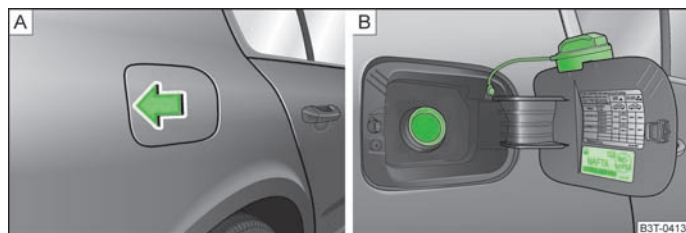

Fig. 158 Côté arrière droit du véhicule : trappe du réservoir ouverte/trappe avec bouchon dévissé
Les carburants prévus pour votre véhicule, la taille des pneus et la pression de gonflage sont indiqués sur la face intérieure de la trappe à carburant » fig. 158 - [B].
- Appuyez au centre de la zone gauche de la trappe du réservoir » fig. 158 - [A].
- Dévissez le bouchon du réservoir en le faisant tourner vers la gauche et fixez-le en haut de la trappe du réservoir » fig. 158 - [B].